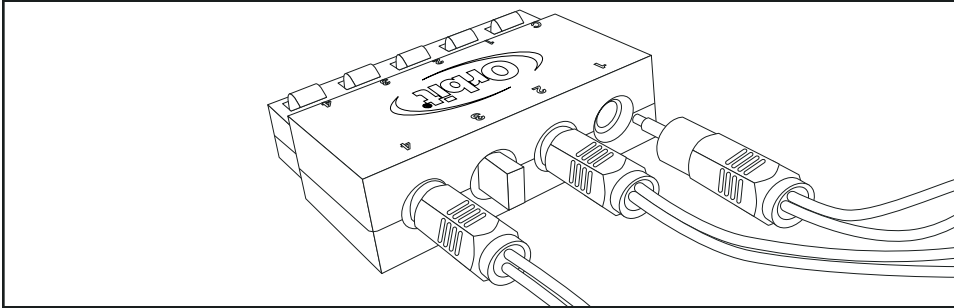

Abbildung 6: Einführen des Ventilsteckers
Schritt 8. Führen Sie den Stecker mit dem vom Ventil kommenden Leitungsdraht in jede Öffnung fest ein. [Siehe Abbildung 6]